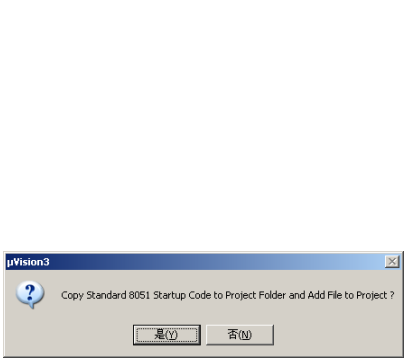

图 28-13 “μ Vision3”对话框
- (3) 单击“确定”按钮，此时弹出“μ Vision3”对话框，如图 28-13 所示。单击“是”按钮，完成工程的建立。